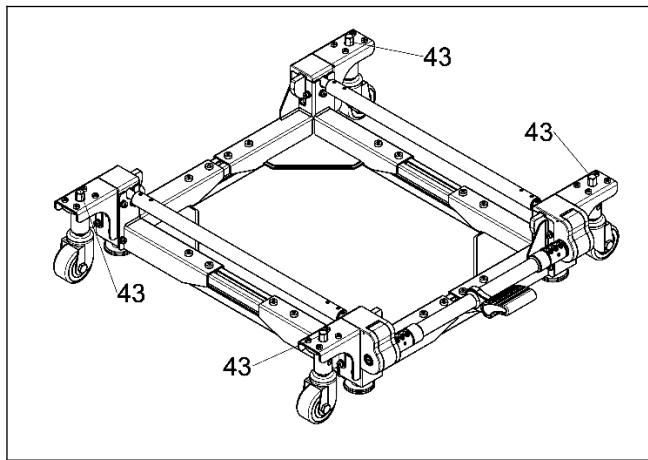

图 18
a. 使用两用扳手 “D” 旋转调节丝杆 “43”（顺时针旋转，滚轮上升；逆时针旋转，滚轮下降），使得台面水平且所有滚轮均与地面接触，确保所有支脚底面与地面距离大于 10mm。（见图 18）